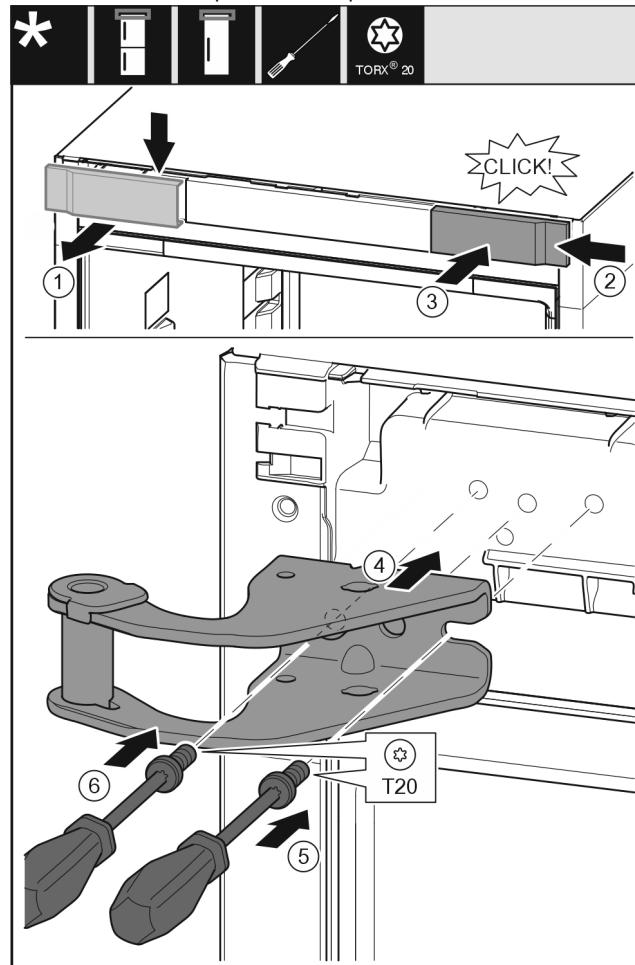

Fig. 8
- Свалете капака от горе напред. Fig. 8 (1)
- Закачете капака, завъртян на 180°, от другата страна отляво. Fig. 8 (2)
- Фиксирайте капака. Fig. 8 (3)
- Поставете горната лагерна стойка. Fig. 8 (4)
- С отвертка T20 поставете винта и го затегнете. Fig. 8 (5)
- С отвертка T20 вкрайте винта и го затегнете. Fig. 8 (6)